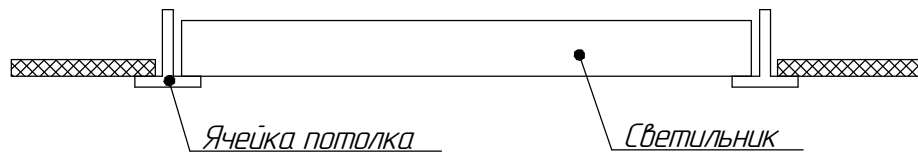

Рисунок 2 - Схема установки светильников
1) Установите светильник на опорную поверхность (см. рисунок 2).